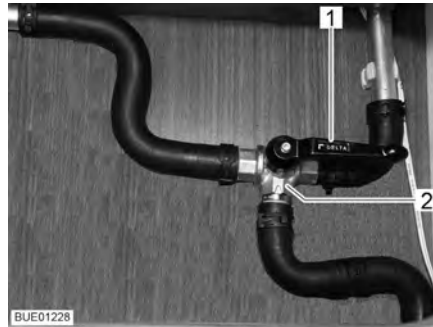

Bild 133 3-vägsventil
- Ställ spaken (Bild 133,1) till 3-vägsventilen (Bild 133,2) parallellt med den raka genomflödesriktningen (Bild 133).
- Ställ spaken (Bild 133,1) till 3-vägsventilen (Bild 133,2) tvärs mot den raka genomflödesriktningen.